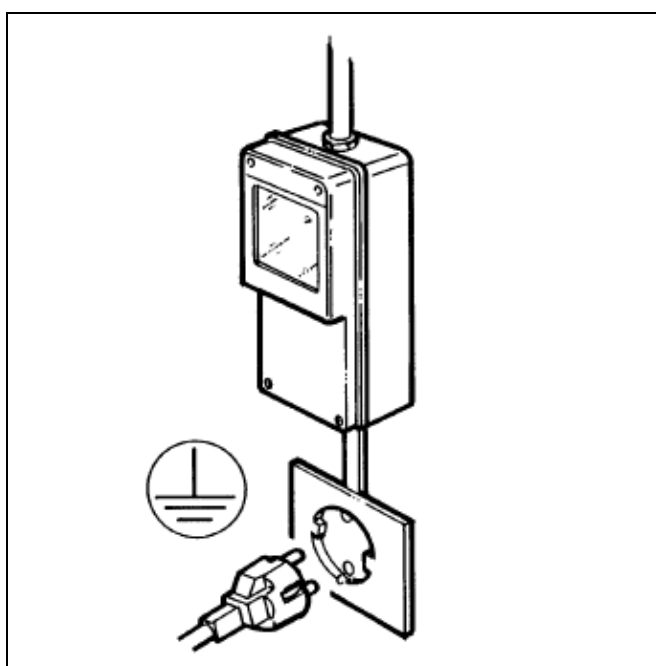

Fig. 8
- Cerciórese de que la conexión se realice a una instalación dotada de una eficaz puesta a tierra, como establecen las normas vigentes de seguridad (fig.8). Por lo tanto el fabricante no puede ser considerado responsable por eventuales daños causados por la falta de puesta a tierra de la instalación.